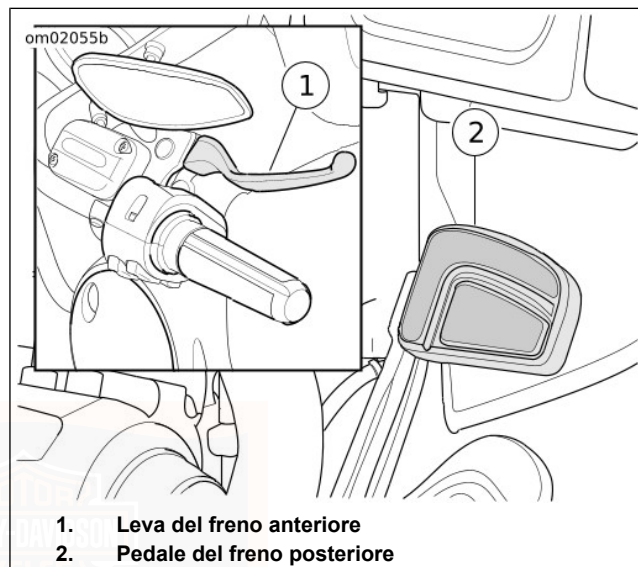

Figura 40. Comandi dei freni
Vedere Figura 40. La leva del freno anteriore (1) aziona il freno della ruota anteriore. La leva è collocata sul semimanubrio destro. Azionare la leva con le dita della mano destra.
Vedere Figura 40. Il pedale del freno posteriore (2) aziona il freno della ruota posteriore. Il pedale è collocato sul lato destro. Azionare il pedale del freno posteriore con il piede destro.